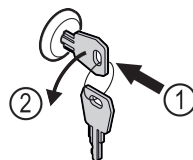

Fig. 182
- ▶ Trykk inn nøkkelen. Fig. 182 (1)
- ▶ Vri nøkkelen 90° mot klokka. Fig. 182 (2)